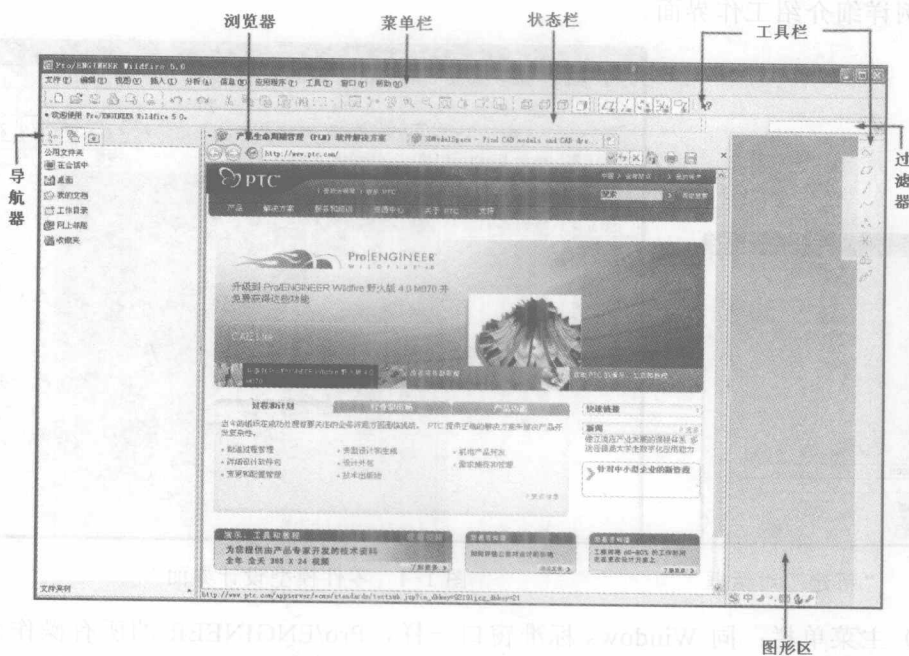

图 1-2 Pro/ENGINEER Wildfire 5.0 初始工作界面
安装好 Pro/ENGINEER Wildfire 5.0 后,双击 Windows 桌面的“Pro/ENGINEER”快捷按钮,或依次选取“开始”→“程序”→“PTC”→“Pro/ENGINEER”→“Pro/ENGINEER”命令,即可打开 Pro/ENGINEER Wildfire 5.0 系统,进入如图 1-2 所示的初始工作界面。
(3) 浏览器选项卡：位于 Pro/ENGINEER 窗口左侧，单击其右侧边框的条形按钮可以隐藏浏览器选项卡。浏览器选项卡包括“模型树”，“文件夹浏览器”，“收藏夹”3 个属性页。如图 1-2 所示，浏览器选项卡上的各属性页可通过浏览器选项卡上的  按钮进行切换，各属性页的功能如下：